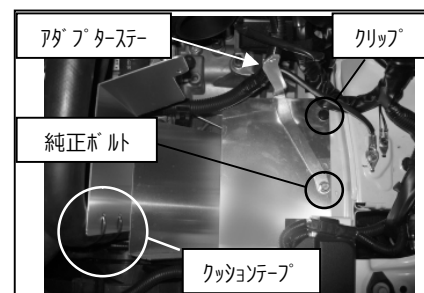

図 7
- ③純正のボルトを使い、アダプタステーとヒートプレートとを車両へ取付けます。図7参照
※ブローオフホースとヒートプレートの間へクッションテープを貼り付けます。図7参照